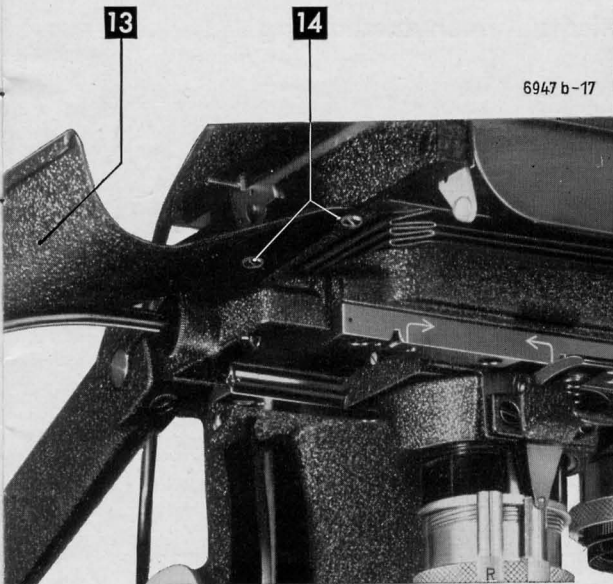

Abb. 4
Befestigungsschrauben 14 – Abb. 4) an der rechten und linken Seite der Negativbühne etwas lösen, Filmmulden (13) unter die Schraubenköpfe schieben und Schrauben wieder anziehen.